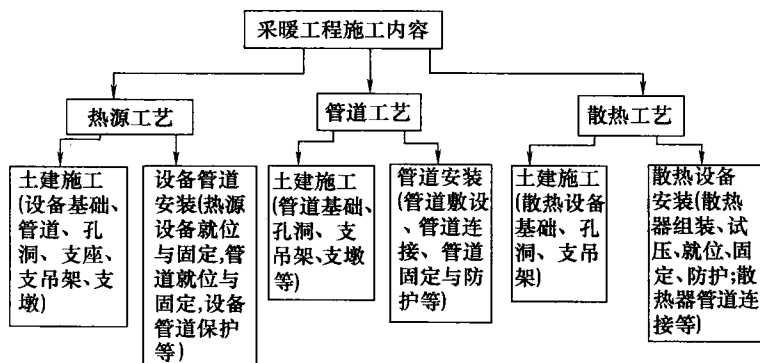

图 1-1 采暖工程施工内容
采暖工程施工内容按其工艺作用及其所包含的工程量如图 1-1 所示。
(2) 根据土建施工情况合理安排施工作业面 在土建施工完毕并已满足采暖工程施工安装条件时，应合理组织施工人员、材料设备进场、备好施工安装工器具，以创建一个良好的施工安装作业面。
(3) 进行施工安装 按照图 1-1 所示的采暖工程施工内容进行热源、管道、散热设备的安装。
(4) 进行施工安装质量检查